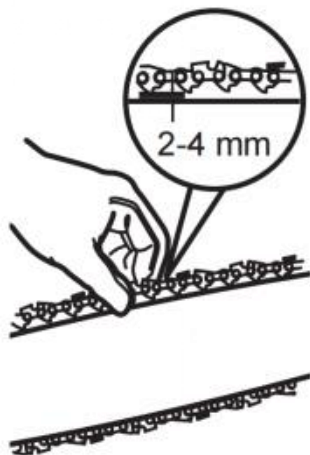

Fig. 15
1) Vérifiez la tension de la chaîne en soulevant d'une main la chaîne de scie (C12) contre le poids du produit. La tension correcte est obtenue lorsque la chaîne peut être soulevée d'environ 2 à 4 mm au-dessus du guide-chaîne (C13) au centre (Fig. 15).